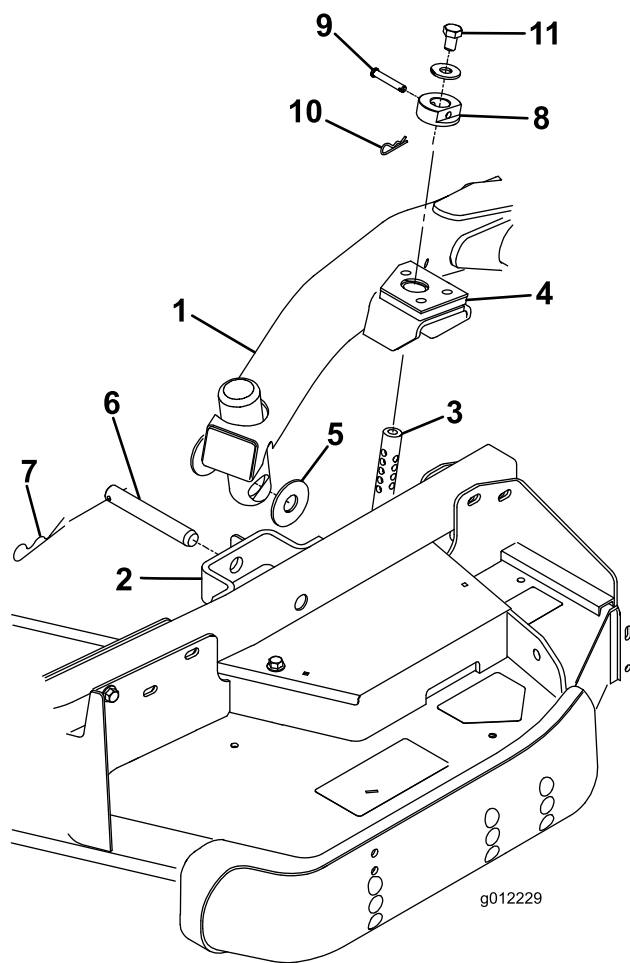

Figura 4
2. Desloque a alavanca de elevação para a posição SUSPensa. Empurre um braço de elevação para baixo até que os furos no braço fiquem alinhados com os furos do suporte do braço da roda giratória e a haste de altura de corte possa ser inserida nas pastilhas do braço de elevação (Figura 4).
3. Prenda o braço de elevação ao braço da roda giratória com duas anilhas de encosto, um passador de forquilha e um perno de gancho grande. Posicione as anilhas de encosto entre o braço de elevação e o suporte do braço de elevação (Figura 4). Insira a extremidade do perno de gancho na ranhura da patilha do braço da roda giratória para fixar o perno de gancho.
8. Instale um parafuso ($\frac{1}{2}$ pol. x $\frac{3}{4}$ pol.) e uma anilha na parte superior de cada vareta da altura de corte (Figura 4).